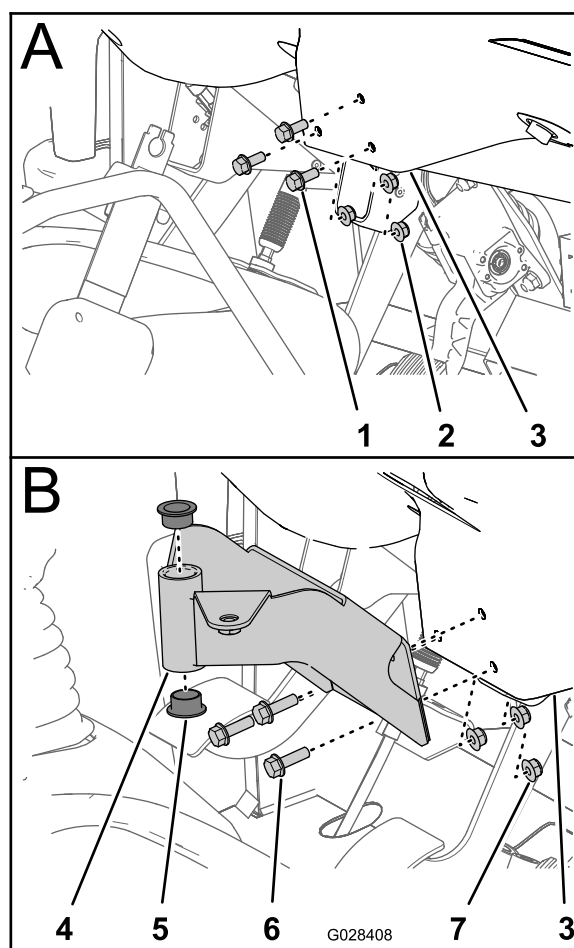

Figura 18
1. Demontai cele 3 uruburi i 3 piulie care fixează poriuinea centrală inferioară a panoului tabloului de bord pe suportul de susinere a tabloului de bord (Figura 18).
2. Aliniați orificiile din suportul de montaj pentru consola de comandă cu orificiile din tabloul de bord și suportul de susținere (Figura 18).
4. Strângeți uruburile și piulițele la (Figura 18).
5. Introduceți cele 2 buce de plastic în suportul de montaj (Figura 18).